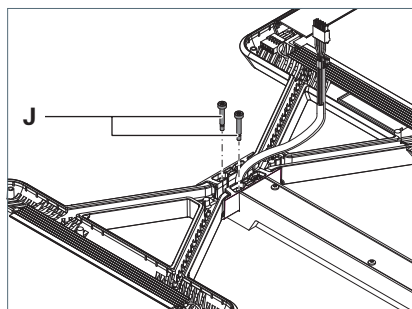

Fig. 15: Fixer la tête 2 du luminaire.
4. Serrez les deux vis de réglage **J** jusqu'à ce que les têtes de vis soient à fleur de l'adaptateur, voir Fig. 15.